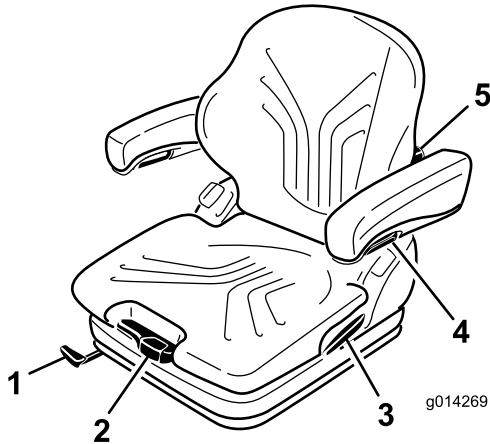

Figura 16
O banco é ajustado ao peso do condutor puxando ou carregando na alavanca de ajuste de peso (Figura 16).
1. Para ajustar, desloque a alavanca para cima e desbloqueie o banco (Figura 16).
Rodando o manípulo de ajuste para cima, a curvatura na parte superior da almofada do apoio lombar pode ser ajustada. Rodando o manípulo de ajuste para baixo, a curvatura na parte inferior da almofada do apoio lombar pode ser ajustada (Figura 16).
Para ajustar a altura dos apoios dos braços, separe a tampa redonda (Figura 16) da cobertura, desaperte a porca hexagonal (13 mm) por detrás e ajuste os apoios dos braços para a posição desejada e aperte a porca. Substitua a tampa na porca.
Para ajustar o ângulo dos apoios dos braços, rode o manípulo de ajuste (Figura 16).
Puxe a alavanca de bloqueio para libertar o trinco do apoio lombar (Figura 16). Ao libertar o trinco do apoio lombar, não aplique força no apoio pressionando contra ele.